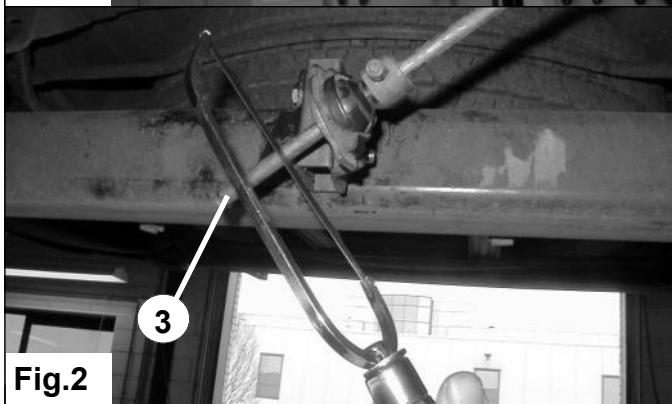

Fig.2
5. Sierre la parte de la barra LAR **3** que sobra debajo del eje. Véase la fig. 2.